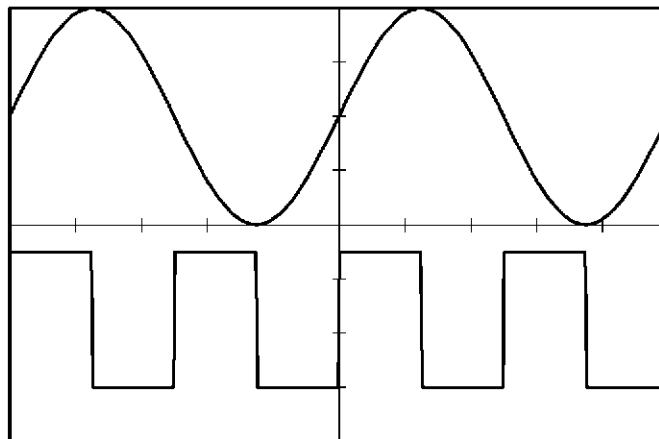

図 8-24 メモリ・マーカの確認波形
22. 図 8-24 のように、出力信号の 1/4 周期ごとにハイとローを繰り返すマーカが出力することを確認します。